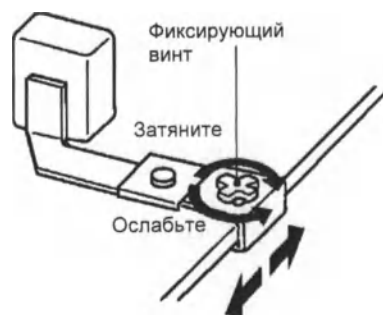

Рис. 6-8
(1) Как зафиксировать
- Отрегулируйте опоры для плеч по высоте и ширине плеч пациента и зафиксируйте их на месте (рис. 6-8).